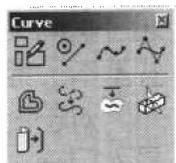

图 1-2
4. 打开曲线工具条。在工作区上方的工具条上任意一处右击，在弹出的菜单中选择“Curve”，打开曲线工具条，如图 1-2 所示。